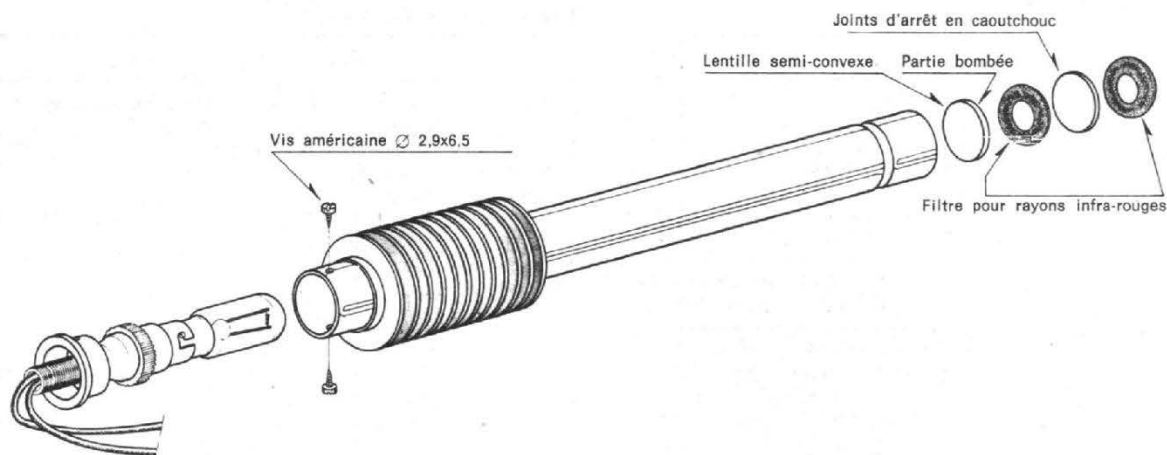

Fig. 9
Fig. 9 a
Fig. 9 b
Montage des composants dans le projecteur (Fig. 9 - 9 A - 9 B).
- Introduire le tout dans le projecteur de façon à faire correspondre les trous de fixation de la douille de fermeture, au moyen de deux vis américaines de 2,9 x 6,5 mm de diamètre (Fig. 9).